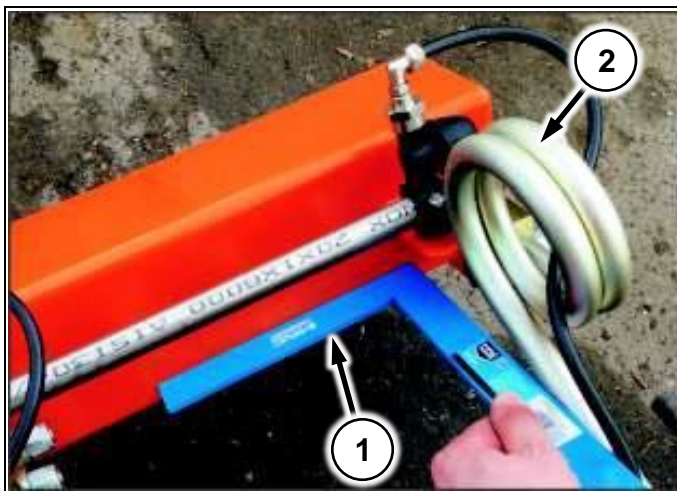

Рис. 147
2. Поднесите угольник (Рис. 147/1) к плоскости консоли
3. Поверните пружину в замке (Рис. 147/2) так, чтобы она стала параллельна угольнику.